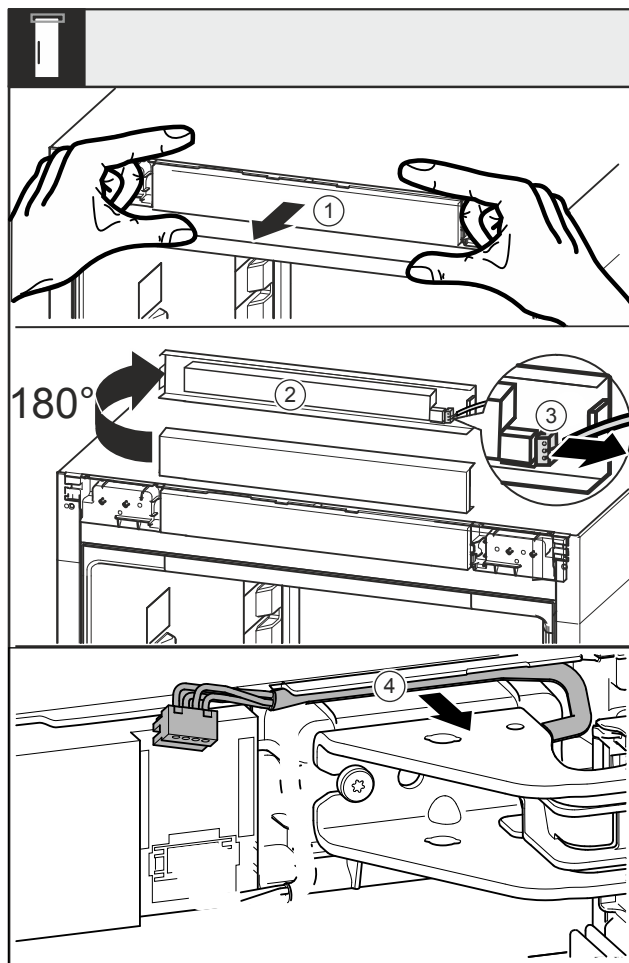

Fig. 6
- ▶ Otpustite masku Fig. 6 (1) prema naprijed.
- ▶ Okrenite masku Fig. 6 (2) prema gore za 180°.
- ▶ Pritisnite jezičac na utikaču Fig. 6 (3) prema natrag i oprezno izvucite utikač.
- ▶ Otpustite kabel Fig. 6 (4) iznad podloška ležaja iz vodilice.